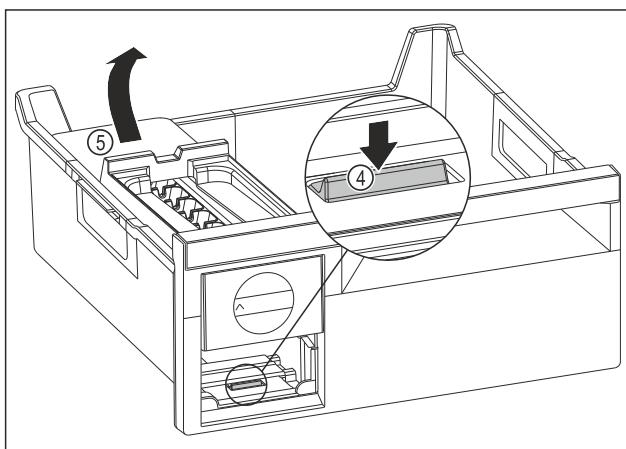

Fig. 143
- ▶ Odstranjevanje glavnega dela EasyTwist-Ice: Spono Fig. 143 (4) s prstom potisnite navzdol in hkrati z drugo roko glavni del EasyTwist-Ice Fig. 143 (5) od zadaj dvignite.